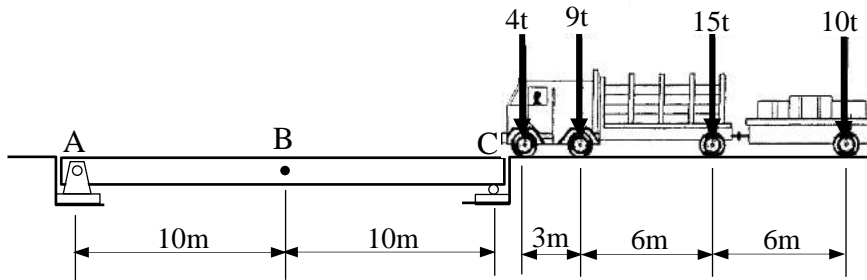

図 2
- (2) 図 2 に示すような、支間 20m の単純ばり上を車輛が通過することを想定し、以下の問いに答えよ。